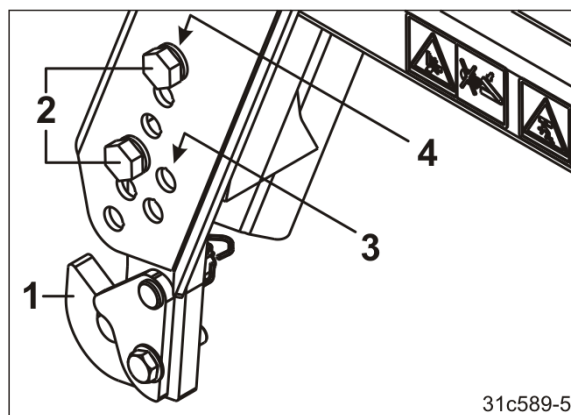

Fig. 107
1. Fixați cârligul de prindere (Fig. 107/1) cu câte două șuruburi (Fig. 107/2) la cadrul de ridicare.
- Grup de orificii (Fig. 107/3) pentru diametru mic al tăvălugului
- Grup de orificii (Fig. 107/4) pentru diametru mare al tăvălugului.